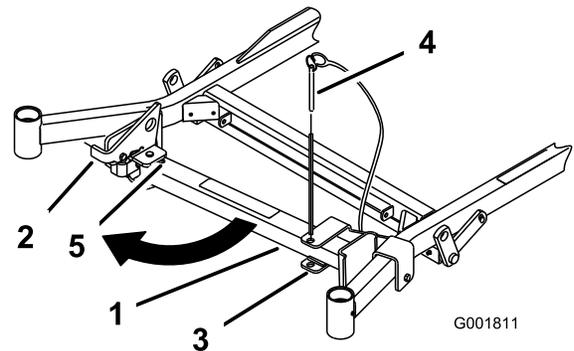
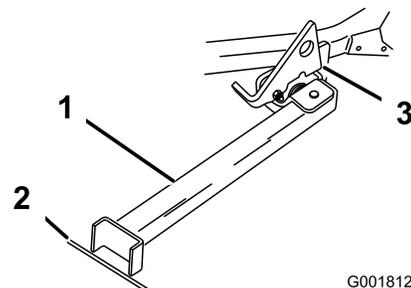

Figura 42
Figura 43
2. Retire o pino do suporte (Figura 42).
4. Rode o pé do apoio e deslize-o em direção à máquina, no fundo da ranhura (Figura 42 e Figura 43).
5. Coloque o pé do apoio no terreno e pouso o trinco na patilha rotativa (Figura 43).
- Nota:** Para obter melhores resultados, coloque o pé do apoio nos passeios ou na relva (Figura 43).
7. Conduza a máquina para o apoio. Pare quando o trinco passar pela patilha para posição bloqueada (Figura 43).
5. Coloque novamente o apoio na posição de descanso (Figura 42).